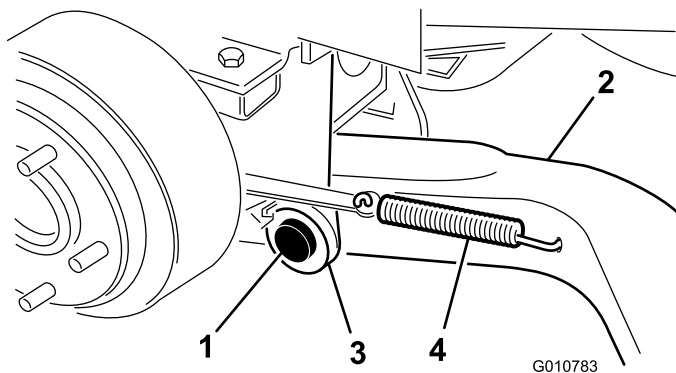

Bild 4
- Befestigen Sie einen Hubarm (das Ende des Kugelgelenks muss nach außen zeigen) mit einem Lagerbolzen und einem Splint (5/32 x 1-3/4 Zoll) an der Schwenkhalterung (Bild 4).
6. Haken Sie die Bremsrücklauffeder in das Loch im Hubarm ein (Bild 4).